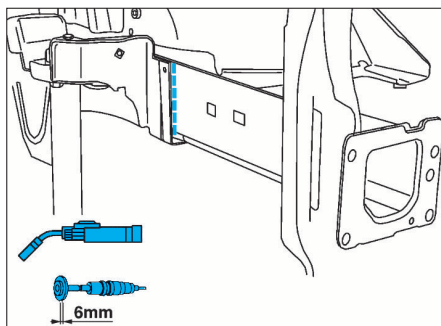

FIG. 9
- Soudier au MIG ou avec une pointeuse électrique (Fig.9 à 11) puis meuler.